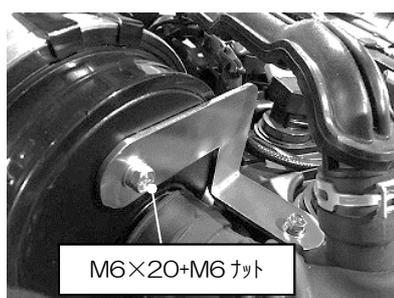

図 4
- 4)アダプターとステーを組み立てます M6×20 と M6 ナットを使用します。図 4 参照